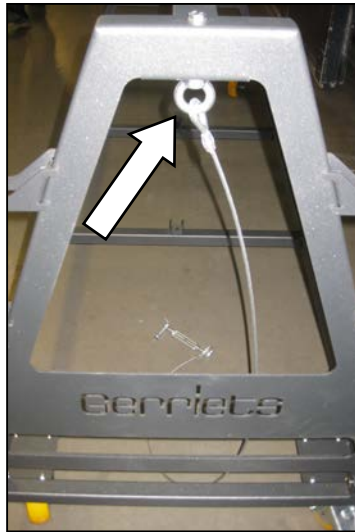
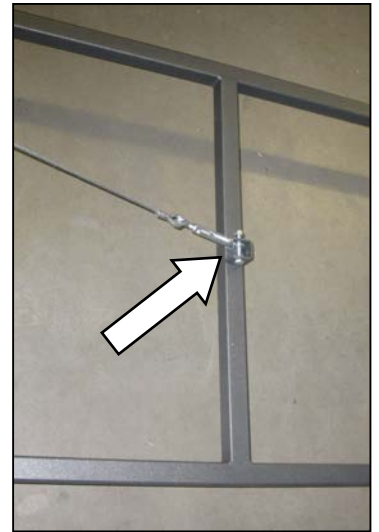

Bild 4
Bild 5
- 4)** Montageschritt 3 (Bild 4 + Bild 5):